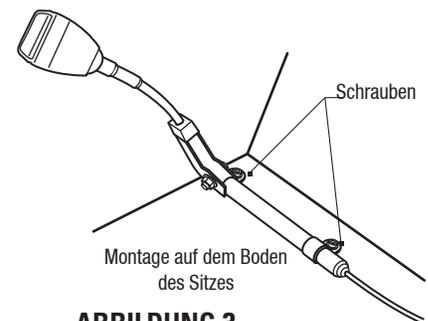
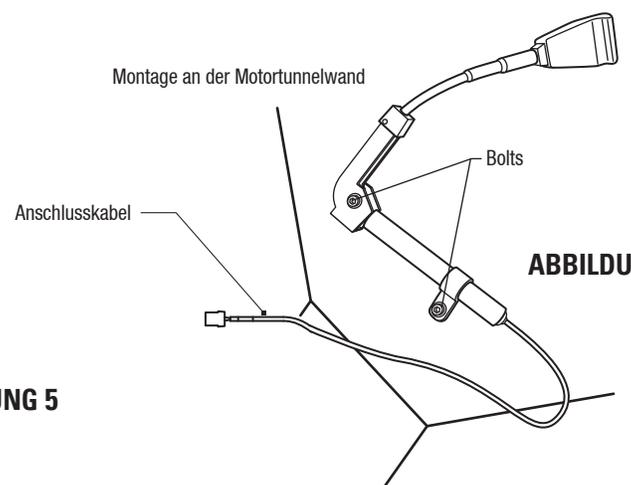
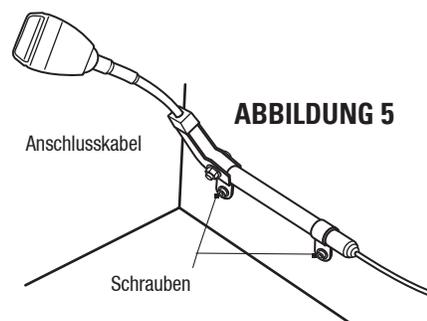

ABBILDUNG 3
ABBILDUNG 4
ABBILDUNG 5
5. Positionieren Sie das Bauteil auf dem Boden des Sitzes (siehe ABBILDUNG 3), an der Motortunnelwand (siehe ABBILDUNG 4) oder an der Kabinenwand (siehe ABBILDUNG 5) und richten Sie die Löcher an den Befestigungslöchern am Bauteil aus.
7. Ziehen Sie die Befestigungsschrauben (2) auf dem Gurtstraffer auf 47 - 54 Nm fest.
2. Schließen Sie den Kabinen-Kabelstrang am Gurtstraffer an. Siehe ABBILDUNG 4